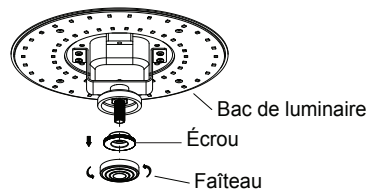

Fig. 18
Étape 1. Retirez le faîteau et l'écrou de la tige filetée du luminaire. (Fig. 18)